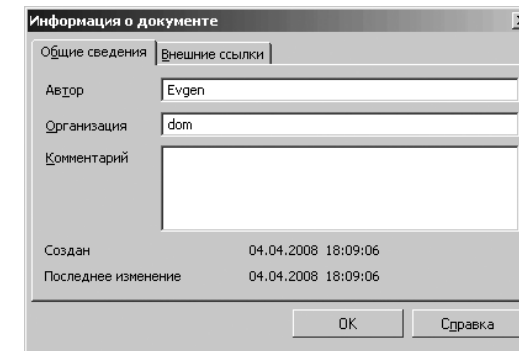

Рис. 1.61. Диалоговое окно **Информация о документе**
- щелкните по кнопке **Сохранить**. Появится другое диалоговое окно под названием **Информация о документе**, показанное на рис. 1.61.